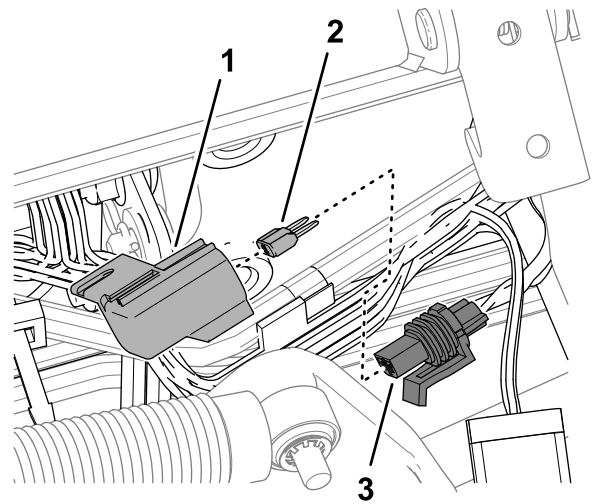

図 131
- 10 A FUSE TELEMATIC PWR というラベルのついたインラインヒューズホルダーのキャップを外す 図 131。